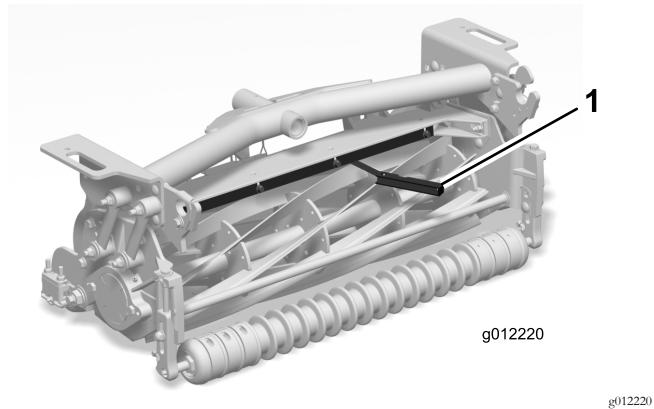

Bild 8
4. Stecken Sie ein Führerlehre (0,060") zwischen die Oberkante der Spindel und die Unterkante der Schnittleiste, um den Abstand zu messen (Bild 8).